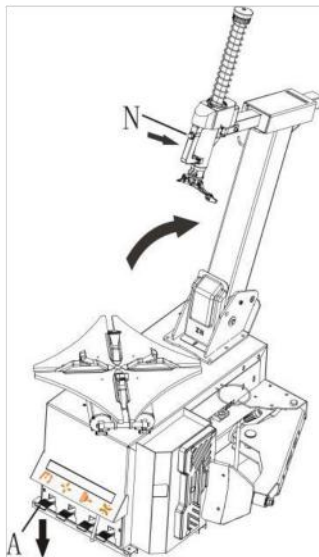

Fig. 18
- Appuyez sur le bouton de la poignée du commutateur N (Fig. 18), fixer le bras.
- Appuyez sur la pédale A (Fig. 18), laissez la colonne revenir à sa position initiale, tirez la poignée du commutateur N (Fig. 21-a), laissez le bras L et la colonne hexagonale M se déplacer librement. Poussez N et appuyez sur M, placez la tête de montage O contre la jante (Fig. 21-b), appuyez sur le bouton d'interrupteur N, verrouillez le bras et la colonne hexagonale. Assurez-vous que la tête de montage reste à une distance de 1-2 cm du bord supérieur de la jante et 2mm du bord extérieur, afin d'éviter d'érafler la jante.